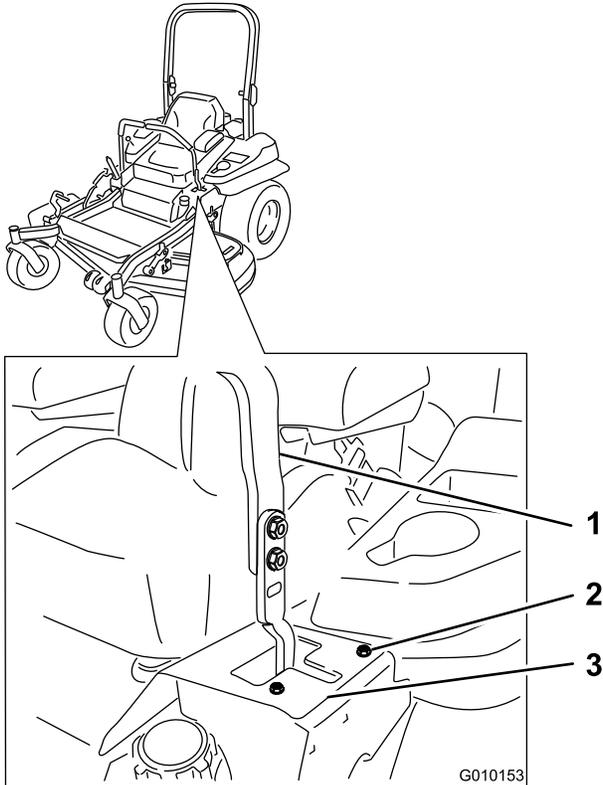

Figura 59
en T de la izquierda hasta que la máquina avance en línea recta (Figura 59).
7. Si se desvía hacia la izquierda, afloje los pernos y ajuste la chapa del tope derecho hacia atrás en la ranura en T de la derecha hasta que la máquina avance en línea recta (Figura 59).
8. Apriete la chapa del tope (Figura 59)